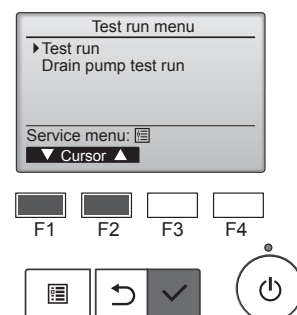

Fig. 7-2
- (2) Velg "Test run" (Testkjøring) fra Testkjøring-menyen, og trykk på [VELG]-knappen. (Fig. 7-2)
- (3) Testkjøringen starter, og Testkjøring-driftsskjermen vises.